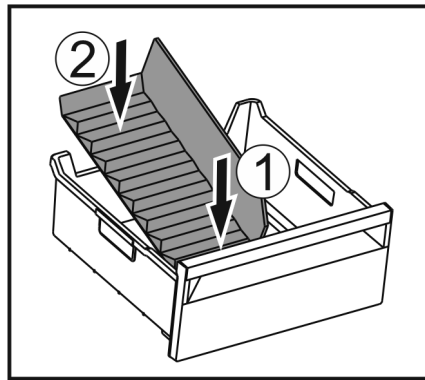

Fig. 148
- ▶ Vorderen Teil des Eisfach-Trenners einsetzen. Fig. 148 (1)
- ▶ Hinteren Teil des Eisfach-Trenners bis zum Schubfachboden absenken. Fig. 148 (2)